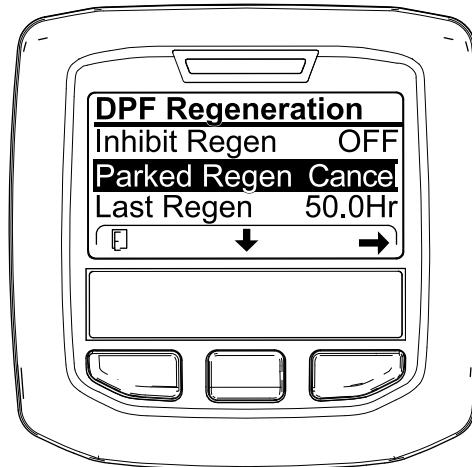
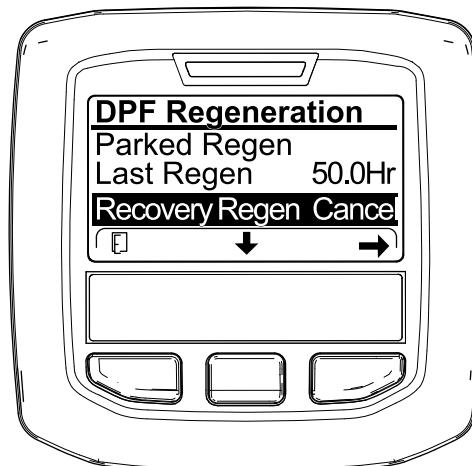

Bild 67
Bild 68
2. Drücken Sie die mittlere Taste, um auf die Option PARKED REGEN. CANCEL (Bild 67) oder RECOVERY REGEN. CANCEL zu navigieren (Bild 68).
1. Zugreifen auf das Menü für die Regenerierung des Dieselpartikelfilters (Bild 67)